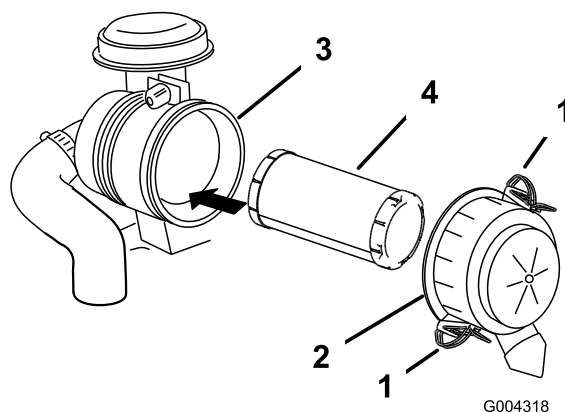

Figure 32
3. Ouvrez les attaches du filtre à air et enlevez le couvercle du corps du filtre (Figure 32).
5. Sortez l'élément filtrant du corps du filtre avec précaution (Figure 32). Évitez de cogner l'élément à l'intérieur du corps.
2. Insérez l'élément filtrant dans le corps du filtre avec précaution (Figure 32).
3. Reposez le couvercle du filtre à air, le côté portant l'inscription **UP** en haut, et fermez les dispositifs de verrouillage (Figure 32).